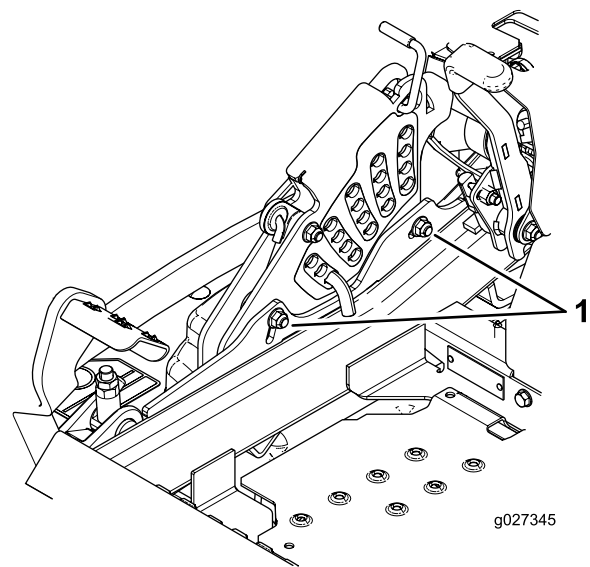

Figura 109
11. Para ajustar um sistema de ponto único, desaperte os 2 parafusos na parte inferior da placa da altura de corte (Figura 109).
13. Aperte os dois parafusos na parte inferior da placa da altura de corte (Figura 109).